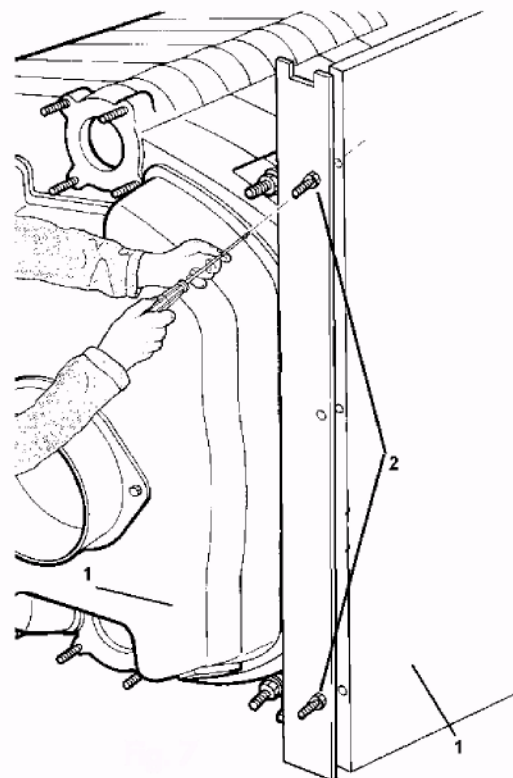

Рис.7
5. Прикрутите панель 1 болтами 2. Рис.7